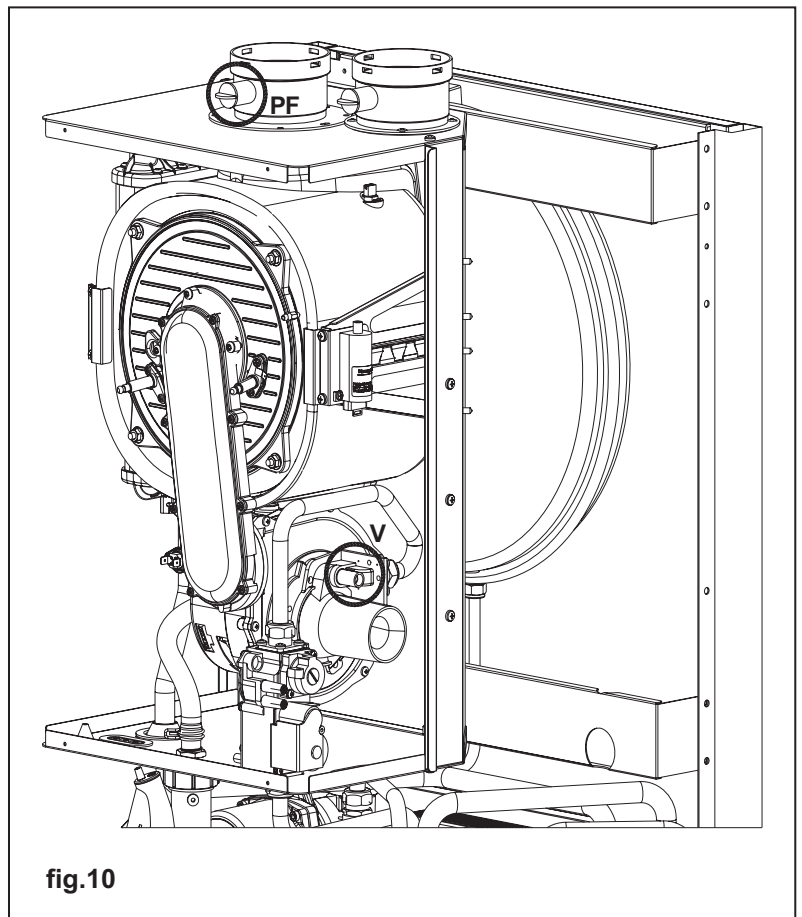

fig.10
- Si la quantité de CO₂ diffère de la valeur indiquée dans le tableau n°1, tourner la vis **V** (fig.10) du venturi vers la droite pour diminuer la valeur de CO₂ et vers la gauche pour l'augmenter.